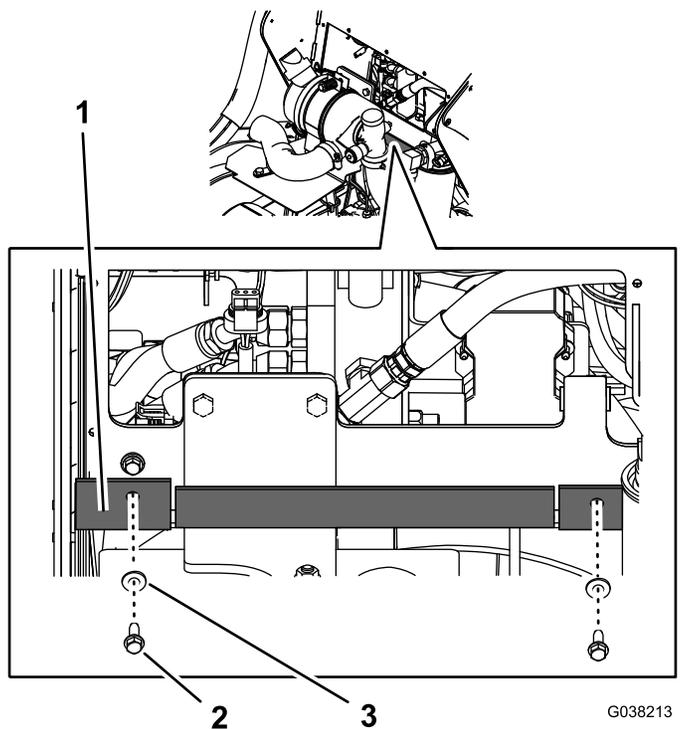

Рисунок 5
2. Отверните 3 колпачковых винта с фланцем ($\frac{1}{4}$ x $\frac{3}{4}$ дюйма) с 3 шайбами ($\frac{1}{4}$ дюйма), которые крепят переднюю часть резиновой перегородки к нижней части рамы панели управления (Рисунок 5).